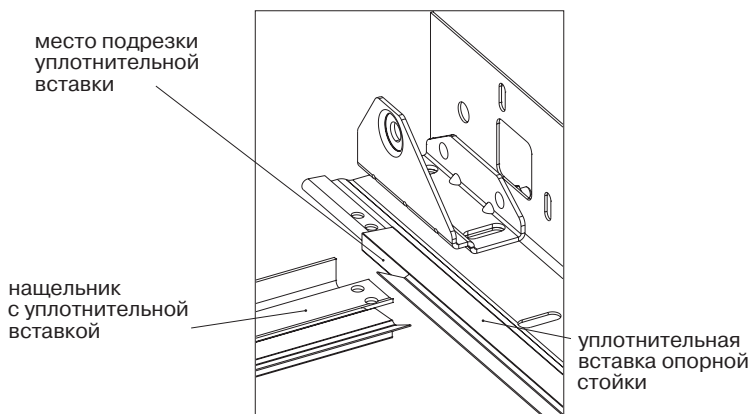

Рис. 7.2. Подрезка уплотнительной вставки опорной стойки
- Произвести подрезку уплотнительных вставок, устанавливаемых в опорные стойки (рис.7.2). Эластичная часть вставки подрезается таким образом, чтобы перекрытие уплотнительных вставок опорной стойки и нащельника происходило по эластичным частям внахлест. Уплотнительная вставка нащельника должна накладываться на вставку опорной стойки (при взгляде с наружной стороны ворот).